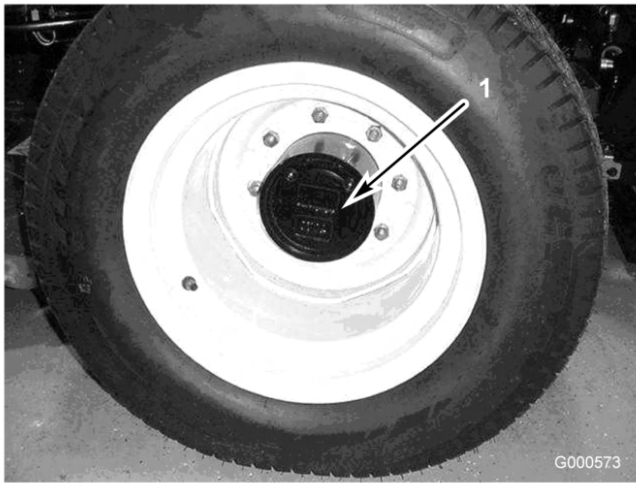

Figure 44
1. Garez la machine sur une surface plane et horizontale, tournez la roue de manière que le bouchon de contrôle/vidange (Figure 44) se trouve à la position 2 heures ou 10 heures.
2. Retirez le bouchon du train planétaire (Figure 44). L'huile doit atteindre le bas de l'orifice de contrôle.